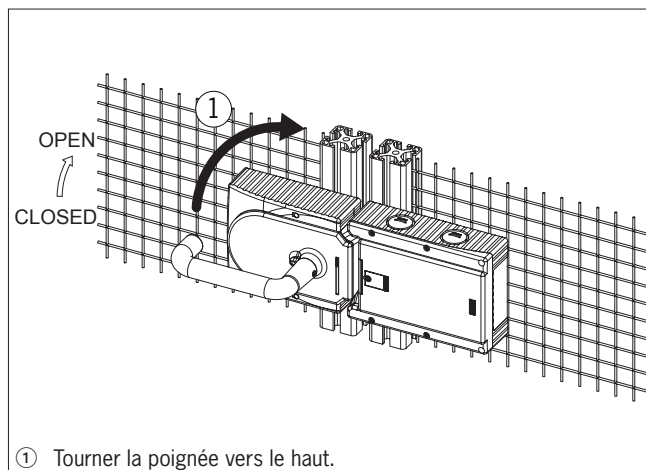

Fig. 10 : Modification du sens d'actionnement, étape ①
- Monter le système dans l'autre sens dans le cas d'une porte sur charnières à gauche, c'est-à-dire que le protecteur peut alors être ouvert en actionnant la poignée vers le haut (voir fig. 10). Le sens d'actionnement de la poignée doit par conséquent être modifié (voir fig. 10 - 15).